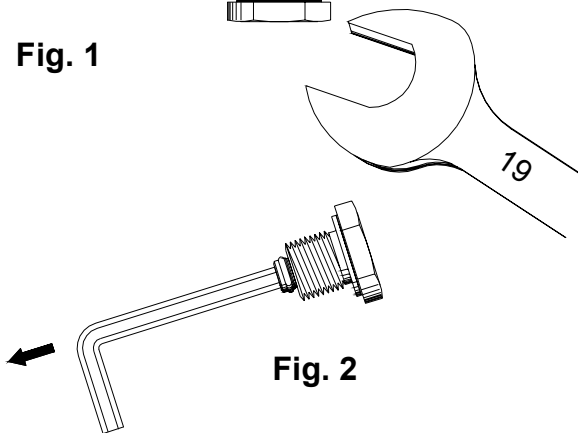

Fig. 2
- Le bouchon de dérivation se trouve à l'intérieur du bouchon de retour (fig.2). Elle doit être retirée avec une clé Allen de 4 mm.